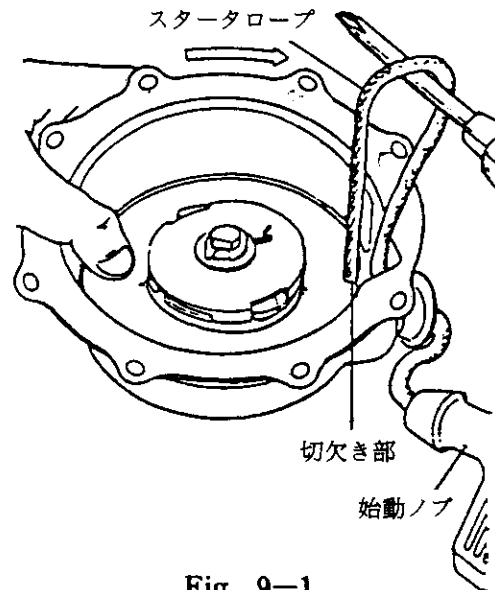

Fig. 9-1
(1) 分解要領（D形）
- ① リコイルスタータをエンジンから取り外して下さい。（ボックススパナ等で）
- ② 始動ノブを引き、スタータロープを30～40 cm引き出し、リールの切欠き部がスタータロープの出口に来た所で、リールが逆転しない様にFig 9-1のように親指でしっかり押えて、ドライバーでスタータロープをリコイルスタータの内側に引き出します。